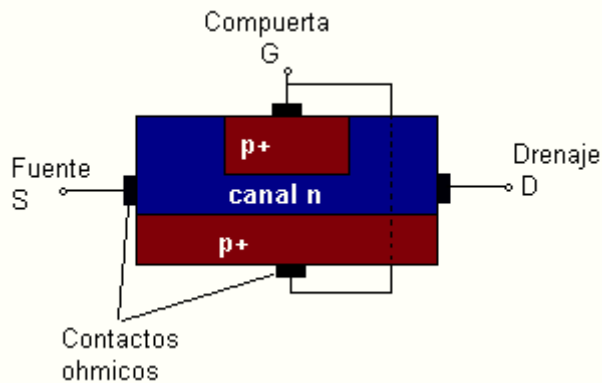
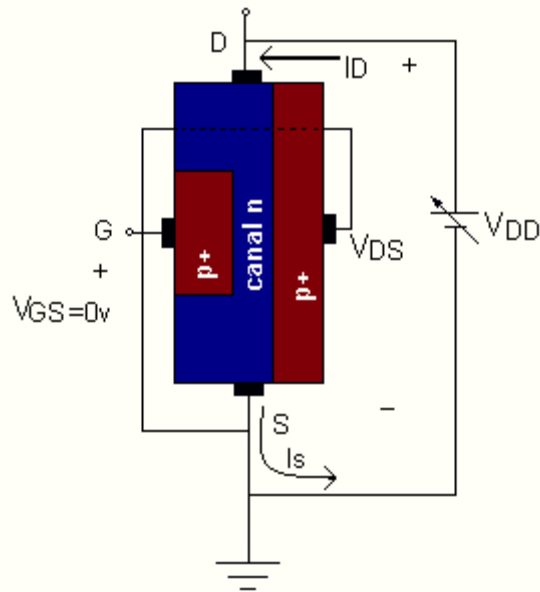
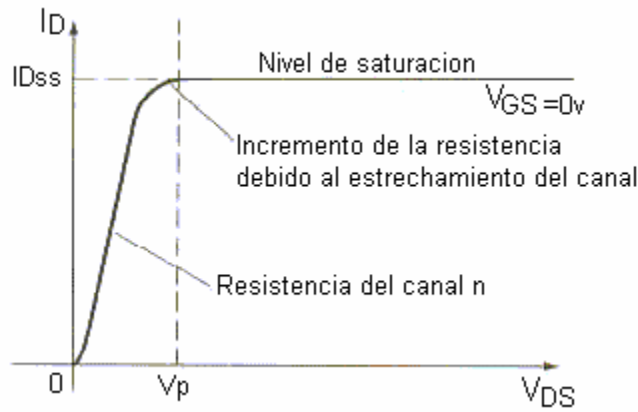
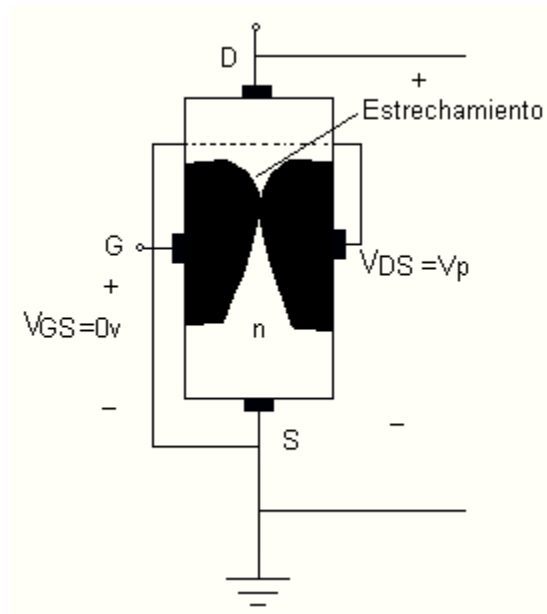

Figura 1. Estructura física de un JFET canal n.
Figura 2. Operación del JFET en un circuito externo.
Figura 3. Característica i_D - V_{DS} para un JFET de canal n .
Figura 4. JFET en condición de estrechamiento.
La construcción básica del JFET de canal-n se muestra en la figura 1. Observe que la mayor parte de la estructura es el material tipo n que forma el canal entre las capas difundidas en material tipo p . El extremo superior del canal tipo n se conecta mediante contacto óhmico a la terminal denominada como *drenaje* (drain) (D), mientras que el extremo inferior del mismo material se conecta por medio de contacto óhmico a la terminal llamada la *fuelle* (source) (S). Los dos materiales tipo p se encuentran conectados juntos y al mismo tiempo hacia la terminal de *compuerta* (gate) (Q). Por tanto, *esencialmente* el drenaje y la fuente se conectan en esencia a los extremos del canal tipo n y la compuerta, a las dos capas del material tipo p . En ausencia de cualquiera de los potenciales aplicados, el JFET tiene dos uniones p-n bajo condiciones sin polarización. El resultado es una región de agotamiento en cada unión, como se ilustra en la figura 1, que se parece a la misma región de un diodo bajo condiciones sin polarización. Recuérdese también que una región de agotamiento es aquella región carente de portadores libres y por lo tanto incapaz de permitir la conducción a través de la región.
En la figura 2 se ha aplicado un voltaje positivo V_{DS} y a través del canal y la compuerta se ha conectado en forma directa a la fuente para establecer la condición $V_{GS} = 0$ V. El resultado es que las terminales de compuerta y fuente se hallan al mismo potencial y hay una región de agotamiento en el extremo inferior de cada material p , semejante a la distribución de las condiciones sin polarización de la figura 1. En el instante que el voltaje $V_{DD} (= V_{DS})$ se aplica, los electrones serán atraídos hacia la terminal de drenaje, estableciendo la corriente convencional i_D con la dirección definida de la figura 2. La trayectoria del flujo de carga revela con claridad que las corrientes de fuente y drenaje son equivalentes ($i_D = I_S$). Bajo las condiciones que aparecen en la figura 2, el flujo de carga es relativamente permitido y limitado únicamente por la resistencia del canal n entre el drenaje y la fuente.
En cuanto el voltaje V_{DS} se incrementa de 0 V a unos cuantos voltios, la corriente aumentará según se determina por la ley de Ohm, y la gráfica de i_D contra V_{DS} aparecerá como se ilustra en la figura 3. La relativa linealidad de la gráfica revela que para la región de valores inferiores de V_{DS} la resistencia es esencialmente una constante. A medida que V_{DS} se incrementa y se aproxima a un nivel denominado como V_p en la figura 3, las regiones de agotamiento de la figura 2 se ampliarán, ocasionando una notable reducción en la anchura del canal. La reducida trayectoria de conducción causa que la resistencia se incremente, y provoca la curva en la gráfica de la figura 3. Cuanto más horizontal sea la curva, más grande será la resistencia, lo que sugiere que la resistencia se aproxima a "infinito" ohmiaje en la región horizontal. Si V_{DS} se incrementa hasta un nivel donde parezca que las dos regiones de agotamiento se "tocarían", como se ilustra en la figura 4, se tendría una condición denominada como *estrechamiento* (pinch-off). El nivel de V_{DS} que establece esta condición se conoce como el *voltaje de estrechamiento* ó *pellizco* y se denota por V_p , como se muestra en la figura 3. En realidad, el término "estrechamiento" es un nombre inapropiado en cuanto a que sugiere que la corriente i_D disminuye, al estrecharse el canal, a 0 A. Sin embargo, como se muestra en la figura 4, es poco probable que ocurra este caso, ya que i_D mantiene un nivel de saturación definido como I_{DSS} en la figura 3. En realidad existe todavía un canal muy pequeño, con una corriente de muy alta densidad. El hecho de que i_D no caiga por el estrechamiento y mantenga el nivel de saturación indicado en la figura 3 se verifica por el siguiente hecho: la ausencia de una corriente de drenaje eliminaría la posibilidad de diferentes niveles de potencial a través del canal de material n , para establecer los niveles de variación de polarización inversa a lo largo de la unión $p-n$. El resultado sería una pérdida de la distribución de la región de agotamiento, que ocasiona en primer lugar el estrechamiento.
Como la pendiente de esta curva es muy pequeña en la región activa (ver figura 3), r_{DS} es grande.